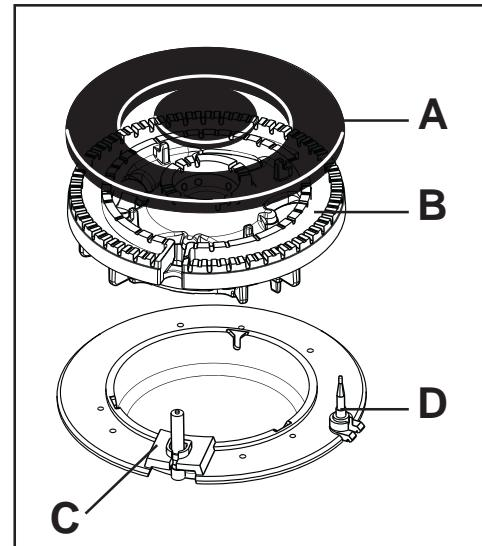

Рис. 1
2. После зажигания пламени держите ручку нажатой не менее 5 секунд. Это позволит термопаре (Рис.1-D) нагреться и отключить предохранительное устройство, в противном случае подача газа будет прервана.
i Если в ходе нескольких попыток Вам не удалось зажечь горелку, проверьте, что крышка (Рис. 1-А) и рассекатель (Рис. 1-В) находятся в правильном положении.
В моделях с электрическим розжигом он обеспечивается с помощью керамической свечи и металлического электрода (Рис. 1-С). Содержите эти детали в чистоте для предотвращения трудностей с розжигом, а также проверяйте, чтобы отверстия в рассекателе горелки (Рис. 1-В) не были засорены.